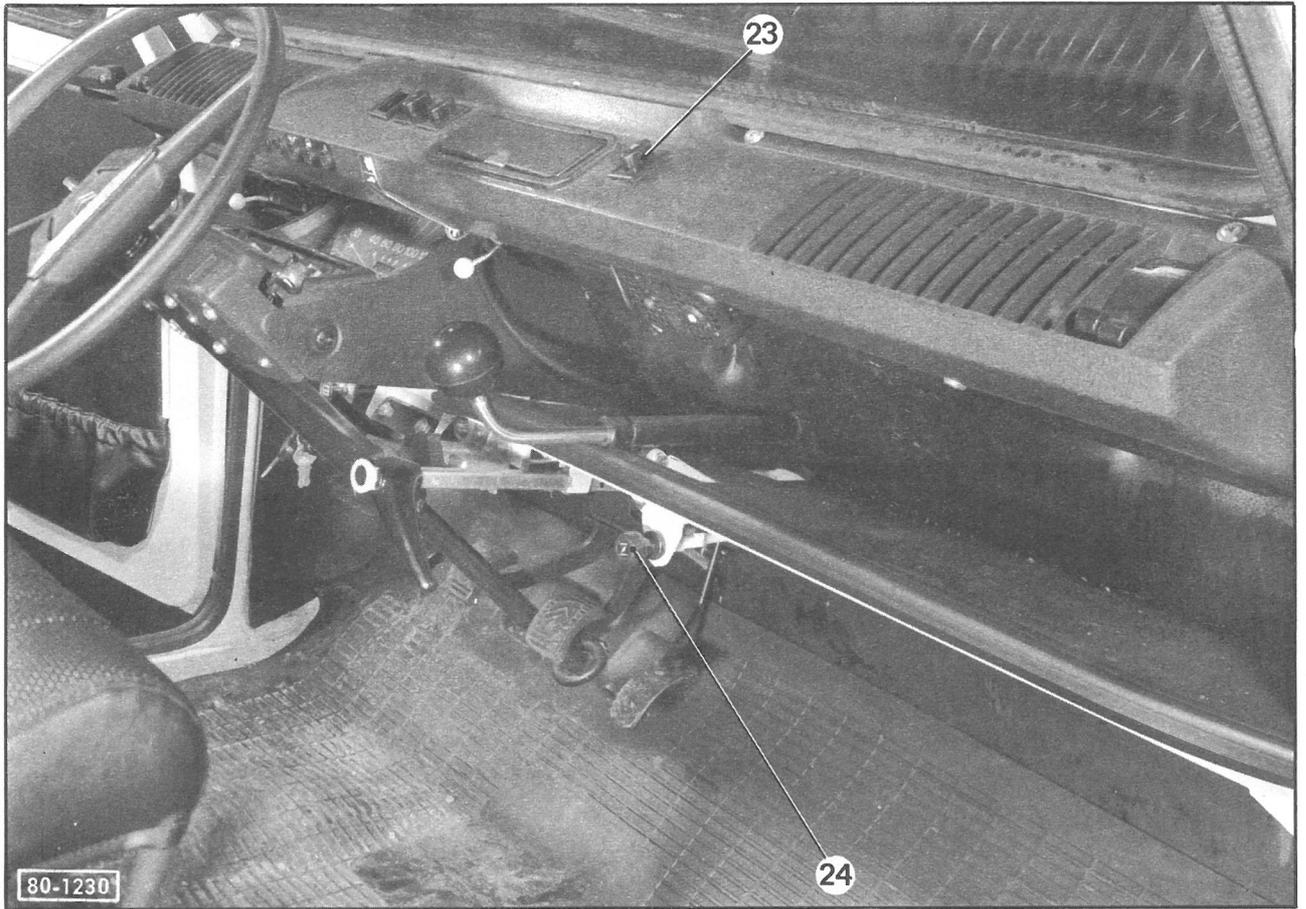

Fig. 6
Un électro-aimant commandé par un bouton poussoir ( 23 : Fig.6 ) au tableau de bord permet de paralyser le fonctionnement du 2ème étage de régulation et d'injecter ainsi un certain volume de gaz nécessaire aux démarrages à froid. L'électro-aimant ne peut fonctionner que lorsque le contact est mis et que pendant le temps où l'on appuie sur le bouton de commande.
**Mise en route à froid : ( Fig.6 ) :**